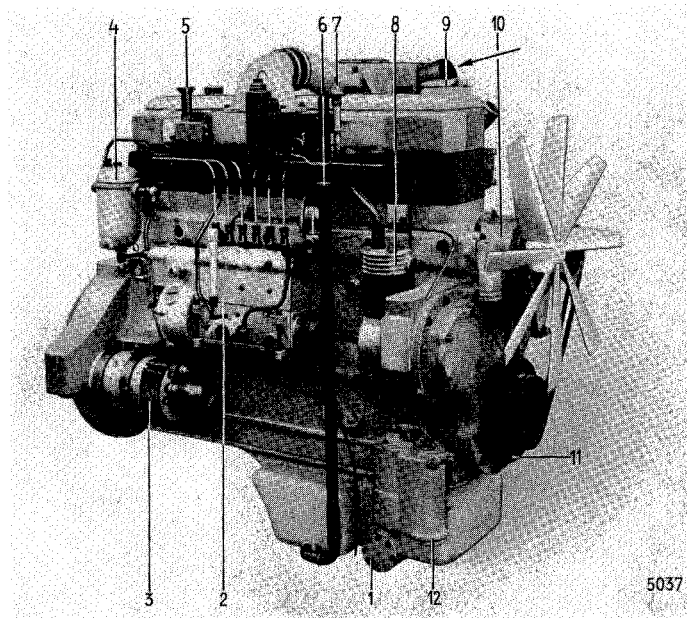

Fig. 24 5 T 4×4 Moteur 6 cylindres CT2D
**Attention !** Avant de démonter le carter d'huile sortez d'abord la crépine d'aspiration 1 (Fig. 24).